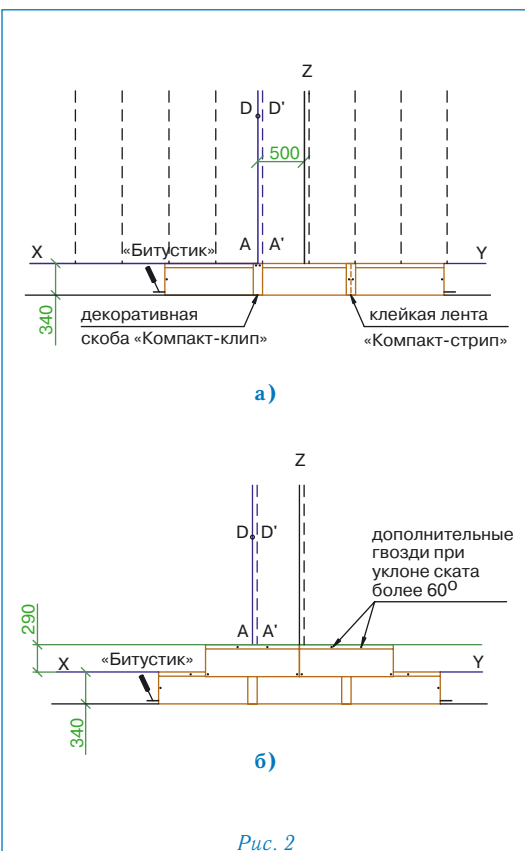

Рис. 2
Укладка материала (рис. 2)
- укладка черепицы начинается от линии AD, при этом ее верхний край выравнивается по линии XY (рис. 2а);
- листы первого ряда укладываются встык и фиксируются двумя гвоздями по центру коротких сторон на расстоянии 2 см от края (рис. 2а);
- правая сторона скобы «Компакт-клип» выравнивается по линии A'D' и фиксируется двумя гвоздями через специальные отверстия (рис. 2а);
- листы второго ряда черепицы укладываются от линии Z, их нижний край выравнивается по линии, параллельной XY; каждый лист фиксируется двумя гвоздями в 2,5 см от нижней стороны; стыки закрываются декоративными скобами «Компакт-клип» (рис. 2б);
Каждый лист ПРЕСТИЖ КОМПАКТ крепится двумя гвоздями, в соответствии с рекомендациями, приведенными выше (рис. 2б).